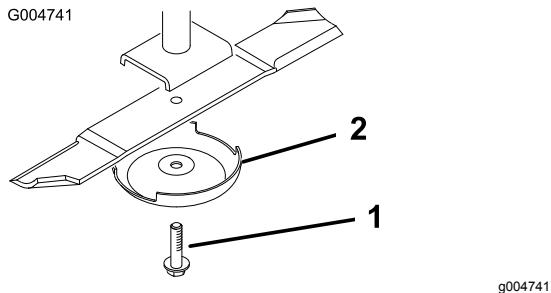

Figure 110
2. Tenez la lame par son extrémité avec un chiffon ou un gant épais. Enlevez le boulon, la coupelle de protection et la lame de l'axe de pivot (Figure 110).